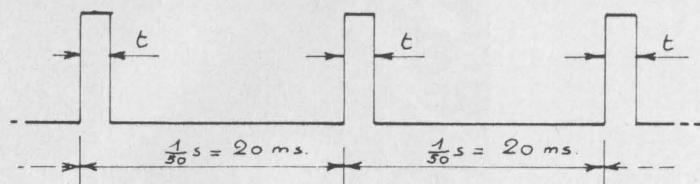

Fig. VIII-4. — Signal de voie.
L'impulsion de commande a évidemment un caractère fugitif. On conçoit donc aisément que, la produire une seule fois, ne suffirait pas. En fait l'ordre sera répété continuellement et ceci au rythme de 50 fois par seconde, soit à 50 Hz. L'émetteur transmet donc 50 fois par seconde à la gouverne, la position exacte qu'elle doit occuper (fig. VIII-4).
Le travail du codeur serait achevé, s'il ne s'agissait que d'asservir une gouverne, le signal de la figure VIII-4 étant suffisant.
- Créer 6 signaux analogues à celui de la figure VIII-4, chacun d'eux asservissant sa propre gouverne.